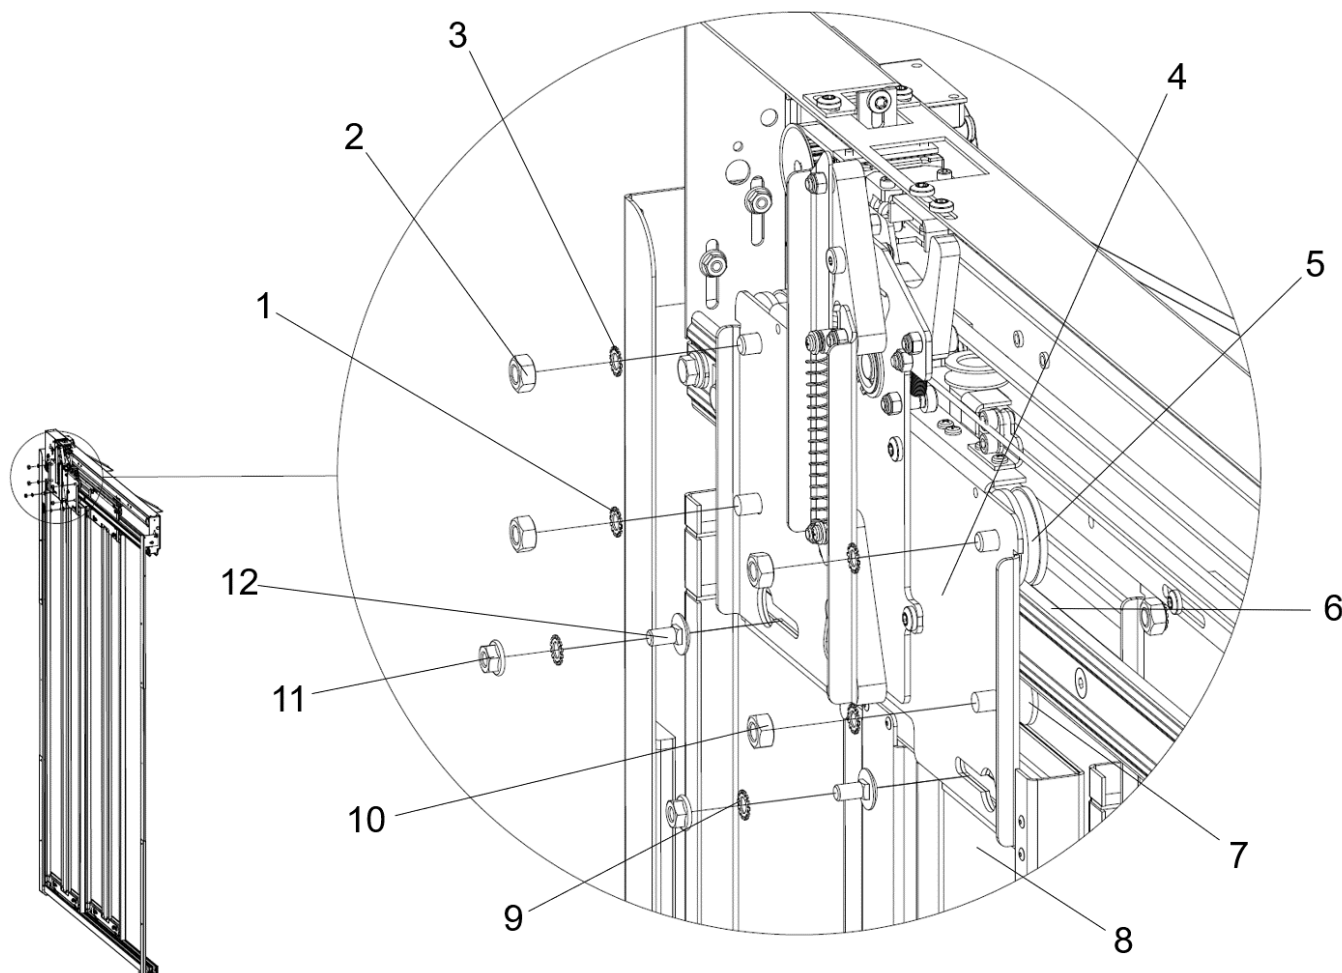

Fig. 49 Byte av rullar
2. Avlägsna muttrarna (11), brickorna (9) och bultarna (12) som håller dörrpanelen (8) mot dörrupphängningsplattan (4) och avlägsna dörrpanelen från dörrupphängningsplattan, se Fig. 49.
3. Lossa muttrarna (10) och brickorna (1) på låsrullarna (7) och avlägsna dem från dörrpanelupphängningsplattan.
4. Lossa muttrarna (2) och brickorna (3) på bärrullarna (5) och avlägsna dem från dörrpanelupphängningsplattan.